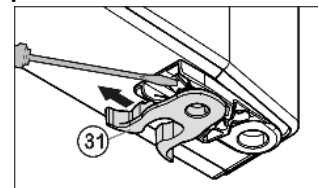

Fig. 8
- ▶ Permuter la pince élastique *Fig. 8 (31)* : appuyer sur l'ergot puis retirer la pince élastique.